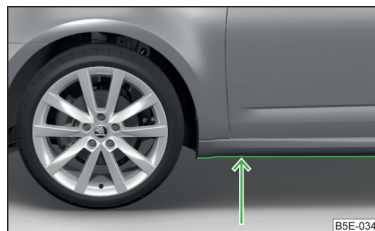

Fig. 239
- Determine la profundidad del agua antes de un vadeo. El nivel del agua debe llegar como máximo al borde inferior del larguero inferior » fig. 239.